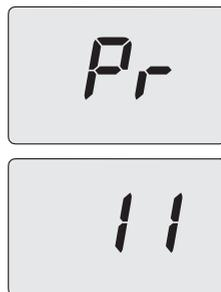

Figura 5.33
- Desplace los parámetros mediante los botones 14 o 15 hasta que aparezcan en el display LCD las letras **Pr** alternadas con el número del parámetro **11**, indicando que se ha entrado en el "parámetro 11" (Figura 5.33).